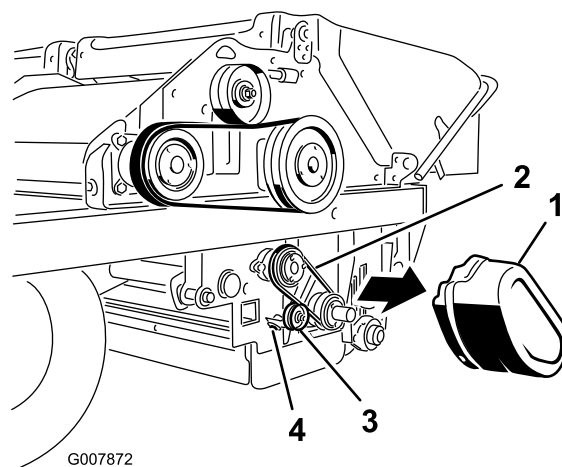

図 62
3. アイドラ・プーリをベルトに押し付け、アイドラ・プーリのナットを締め付ける (図 62)。
1. ベルト・カバー (図 62) を取り外す。
2. アイドラ・プーリのナットをゆるめる (図 62)。